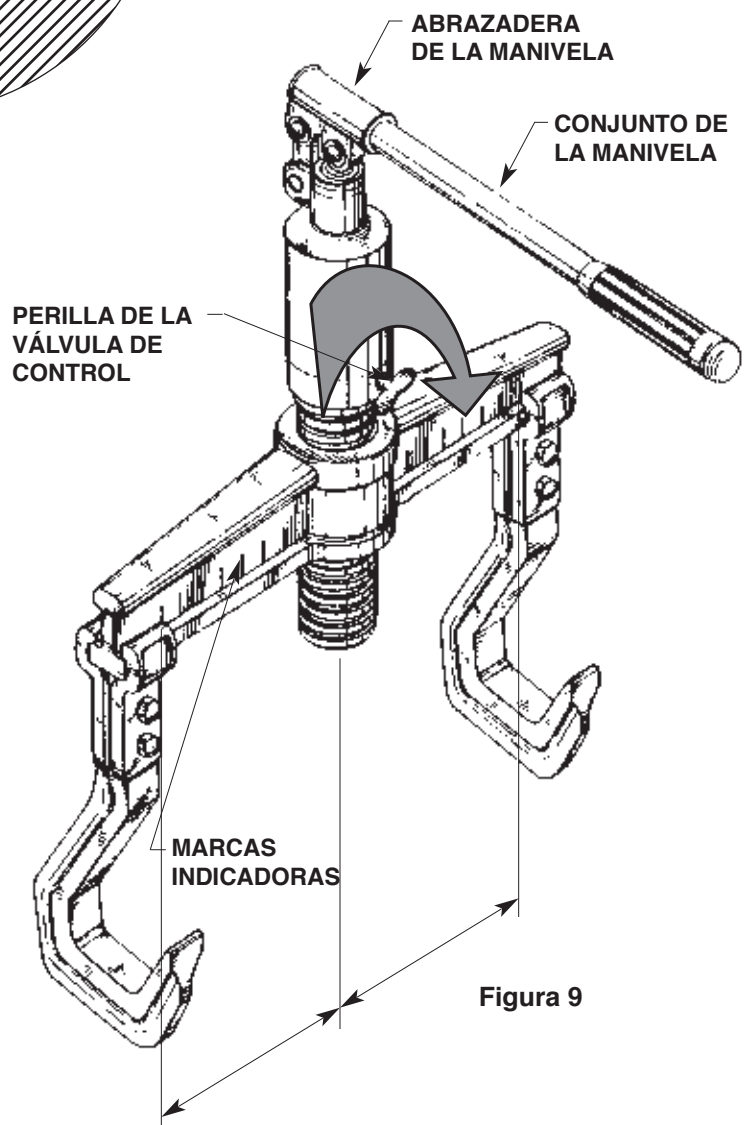

Figura 9
2. Coloque los brazos de la herramienta enderezadora a la misma distancia del centro del cuerpo del extractor usando las marcas que se encuentran en el cuerpo de la herramienta enderezadora. Consulte la figura 9.
3. Coloque el conjunto de la manivela en la abrazadera. Consulte la figura 9.
4. Coloque el extractor y la herramienta sobre la barra o barra cilíndrica que se va a enderezar. Gire completamente la perilla de la válvula de control en el sentido de las agujas del reloj para avanzar el pistón. Consulte la figura 9.